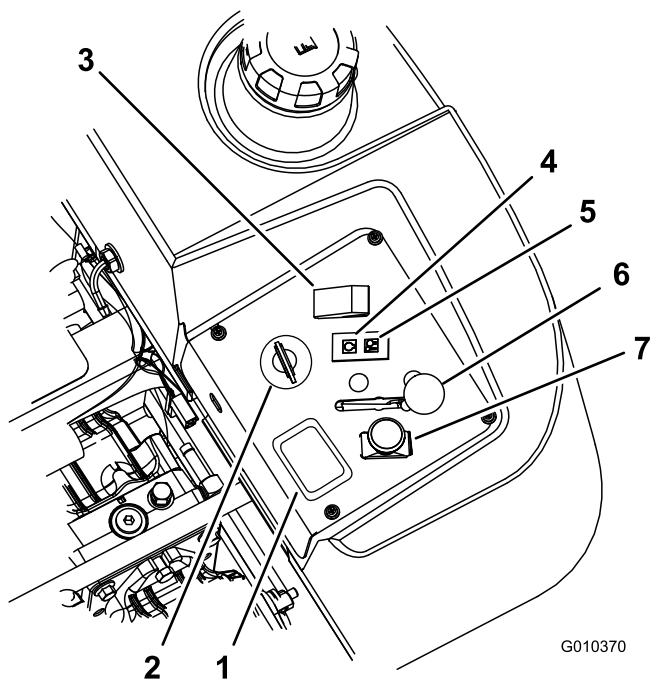

Figura 13
4. Mueva el mando de la toma de fuerza (PTO) a la posición Desengranada (Figura 13).